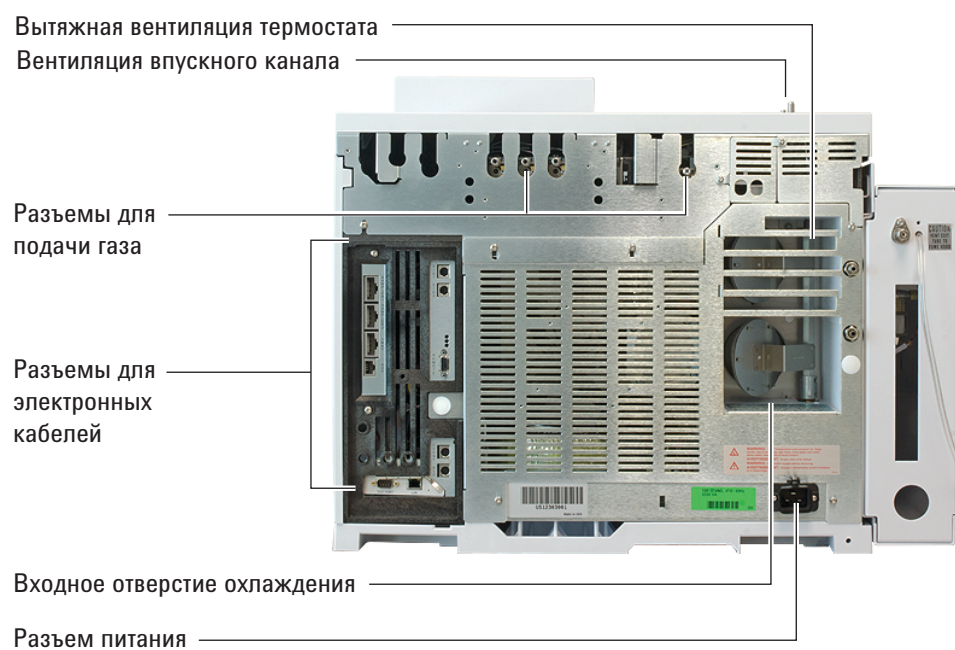

Рисунок 2 Задняя панель ГХ серии 7890В
- 1 Наклейка с требованиями к электропитанию расположена на задней панели ГХ возле разъема для кабеля питания. (См. Рис. 2.) Сравните параметры питания прибора с напряжением лабораторной линии. См. “Потребление энергии” ниже.